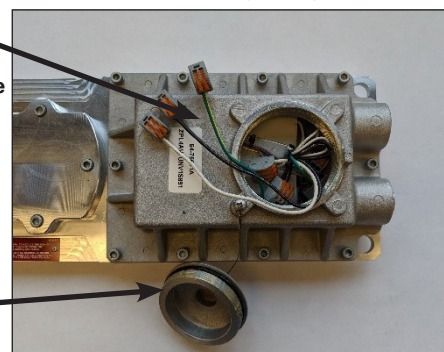

Figure 8
1. Dévisser le couvercle d'accès au câblage (voir la figure 8) et le laisser pendre au bout du cordon. Raccorder d'abord le conducteur de mise à la terre (vert) de l'équipement, puis le courant (blanc) et la tension composée (noir). Serrer tous les raccordements électriques. Remarque : Les ouvertures standard ont un filetage NPT de 1,9 cm (3/4 po).
1. S'assurer qu'il y a suffisamment de lubrifiant HTL sur les entrées de conduit (il est recommandé d'appliquer des gouttes d'environ 3,2 mm [1/8 po] sur le premier filet) et que toutes les entrées de conduit inutilisées sur le couvercle du circuit de commande sont fermées avec des bouchons lubrifiés (voir la figure 8).
2. S'assurer que le conduit est vissé d'au moins cinq (5) filetages complets dans les entrées de conduit du couvercle du circuit de commande.
7. Vérifier que le capuchon d'accès est bien serré et qu'il est en contact avec le boîtier du luminaire avec au moins cinq (5) filetages complets engagés.